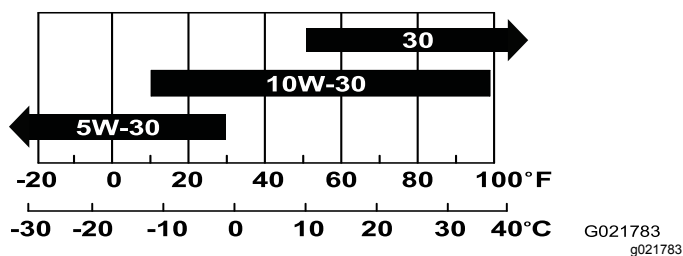

Figure 18
**Remarque:** Utilisez de l'huile SAE 10W-30 pour usage général. Vous pouvez utiliser les autres viscosités d'huile indiquées dans le tableau lorsque la température moyenne dans votre région correspond à la plage indiquée (Figure 18).